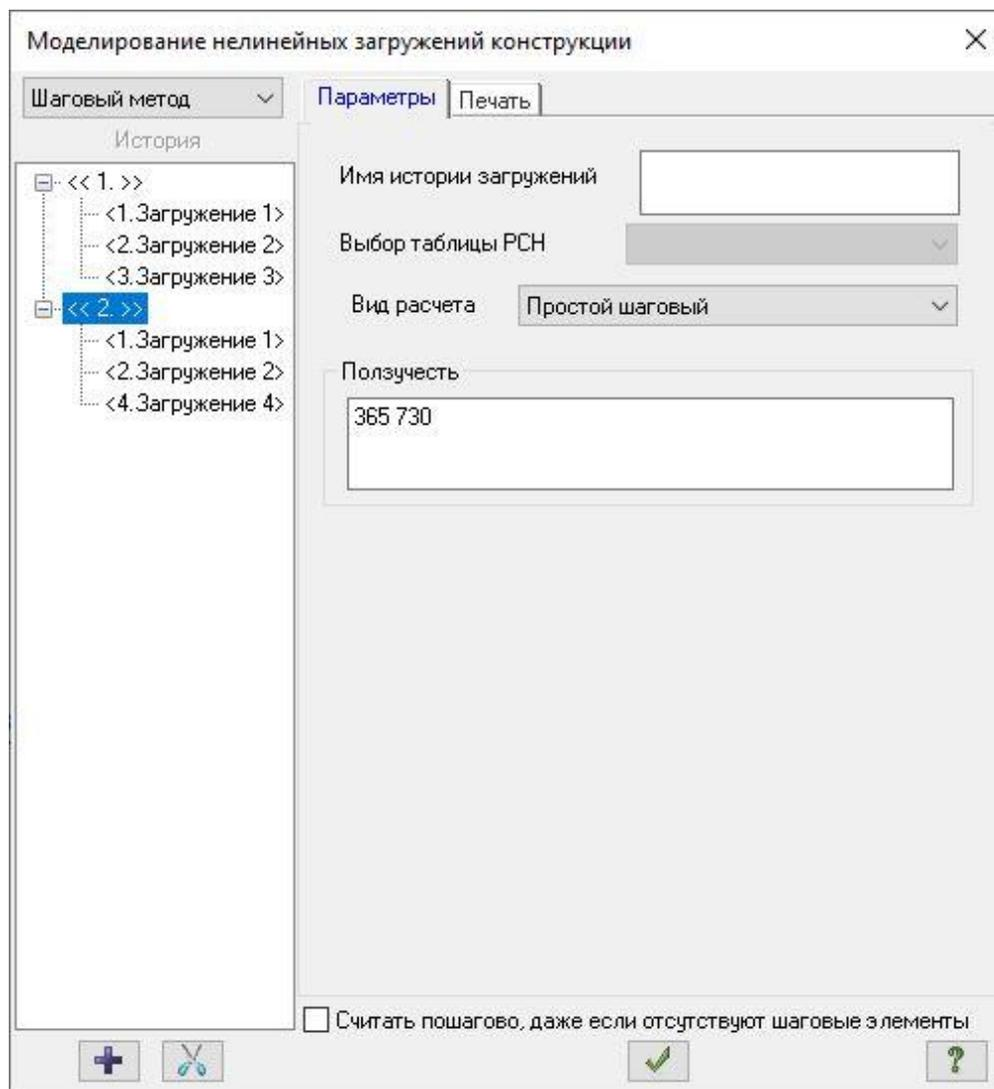

Рис.7.24. Диалоговое окно **Моделирование нелинейных нагружений конструкции**
- Чтобы учесть ползучесть бетона для первой последовательности приложения нагрузок, в поле **История** установите курсор мыши на первый номер истории нагружений (рис.7.24).